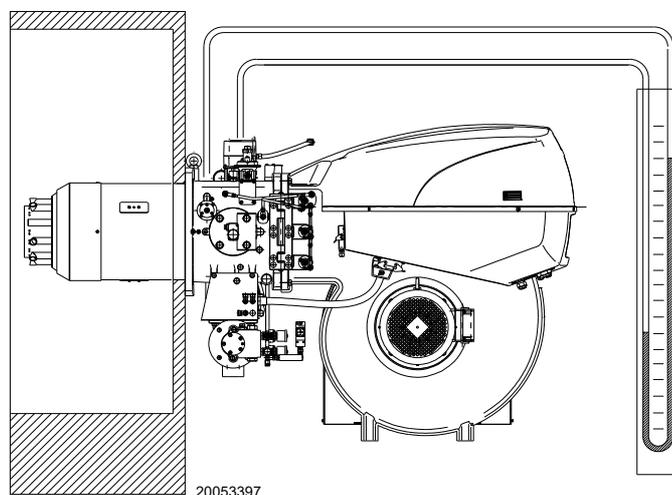

Fig. 33
- Montar un manómetro en U o un manómetro de tipo diferencial (Fig. 33), con toma (+) en la presión del gas del manguito y (-) en la cámara de combustión.
La llegada de gas al manguito puede observarse en el manómetro en U (Fig. 33).